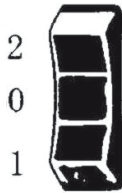

Figura 1.
4.4. Setarea temperaturii. Temperatura dorită poate fi setată cu întrerupător (figura 1). Temperatura ideală ar trebui să fie primul verificat prin efectuarea unui test. Tu ar trebui să înceapă prin urmare, cu o setare temperatură joasă. Temperaturile specificate în exemplele ilustrate de utilizare se recomandă valori care pot varia în funcție de proprietățile a piesei de prelucrat. Distanța între duza și piesa este depinde de material să fie procesate.